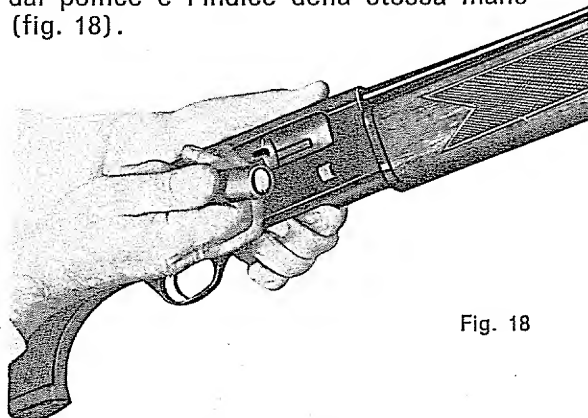

Fig. 18
- d) Appoggiando il calcio dell'arma al corpo, con una lieve inclinazione della canna verso l'alto, tirare il tiretto dell'otturatore con l'anulare della mano destra e la cartuccia espulsa potrà essere afferrata dal pollice e l'indice della stessa mano (fig. 18).
- d — leaning the stock on the knee and pointing the muzzle lightly upward, pull cocking lever rearward, possibly with the ring finger of the right hand, so as to catch the ejected shell with the thumb and forefinger (fig. 18).
- d — en appuyant le fusil sur le genou en prenant soin de diriger le canon légèrement vers le haut, tirer le doigt de déverrouillage vers l'arrière, si possible avec l'annulaire de la main droite, pour extraire la cartouche de la chambre du canon en la saisissant entre le pouce et l'index (fig. 18)*